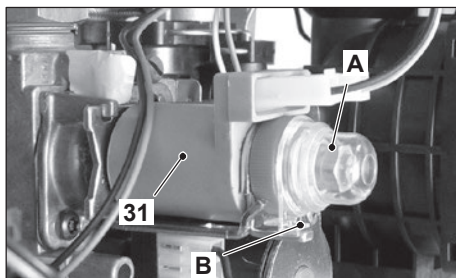

Figura 7.1
- Rimuovere il tappino di protezione A dell'operatore modulante 31 in Figura 7.1 ruotandolo in senso orario per liberarlo dal fermo B e facendo leva con un cacciavite piatto nella scanalatura.